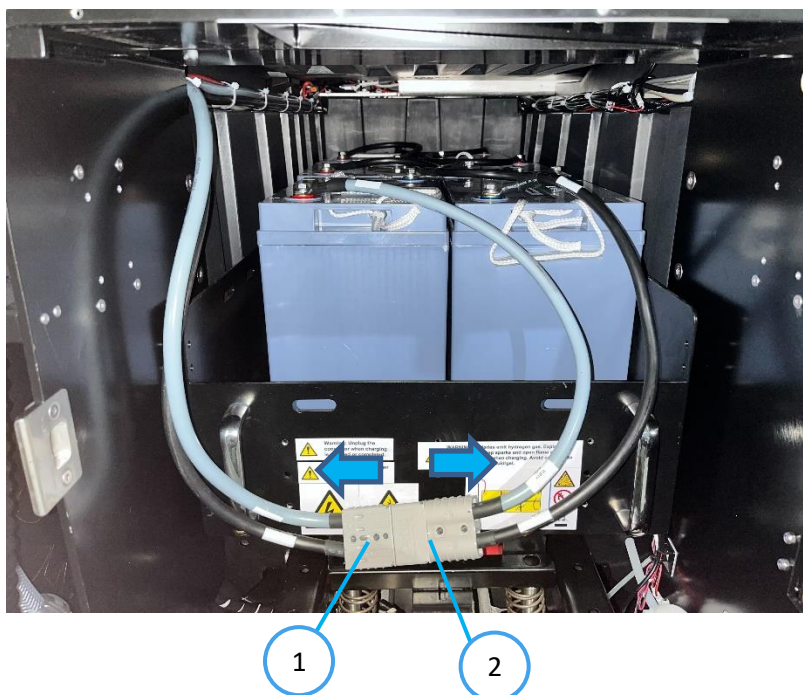

Fig. 1
1. Le port de chargement manuel (1 - 2) est situé à l'arrière du robot et est accessible en ouvrant l'armoire chimique (Fig 1).
2. Débranchez le port du câble de la machine (Fig. 1 - 1) du port du câble des batteries (Fig 1 – 2).